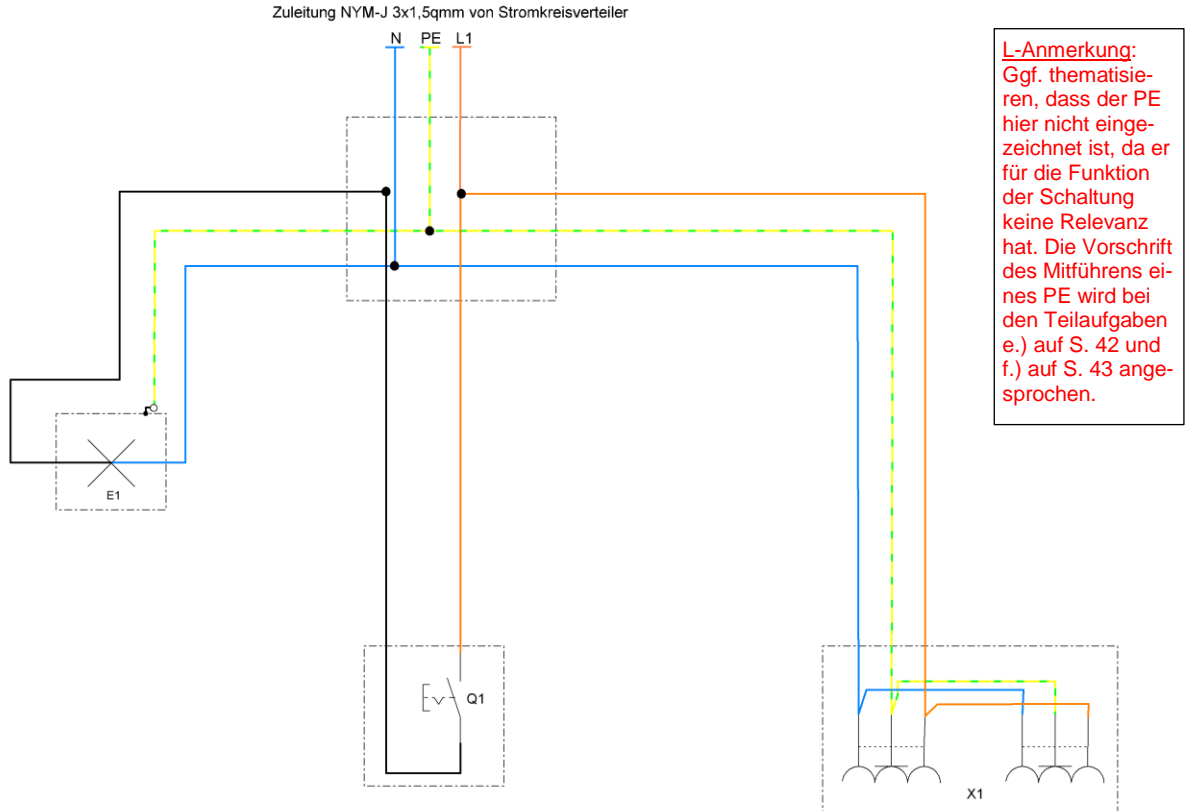

Abb. 19: Stromlaufplan des Badezimmers in zusammenhängender Darstellung
Ihm ist der Schaltplan für das Bad in Abb. 19 (S. 42) aufgefallen, den er nicht kennt. Hilf ihm und kreuze an, um welche Darstellungsform es sich handelt.
- e.) Matthias ist aufgefallen, dass in Abb. 19 zum Schalter Q1 nur 2 Drähte gehen. Er merkt an, dass im Übersichtsschaltplan in Abb. 15 (S. 31) etwas anderes hinsichtlich der Aderangaben steht. Notiere die Angabe von dort.
**In jeder Zuleitung ist ein PE mitzuführen, auch wenn nur Geräte mit SK II betrieben werden sollen. Somit enthält die Leitung zum Schalter nicht nur den Lampendraht und den Außenleiter L1, sondern auch den Schutzleiter (PE).**
- g.) Herr Pfennig erklärt euch, dass der **Stromlaufplan in zusammenhängender Darstellung** aus Abb. 19 (S. 42) auf den ersten Blick etwas verwirrend sein kann. Deshalb gibt es noch den **Schaltplan in aufgelöster Darstellung**.